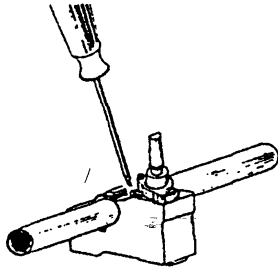

fig. 9
2. Haal de knop van de betreffende gaskraan af en draai met een schroevendraaier aan de schroef (fig. 9).
2. Retirar o botão da torneira do gás correspondente, inserir uma chave de fendas no parafuso (fig. 9).
2. Fjern gashanens håndtag. Anbring en skruestrækker i skruen (fig. 9).
2. Ta bort vreden på aktuell gaskran och för in en skruvmejsel i skruven (fig. 9).